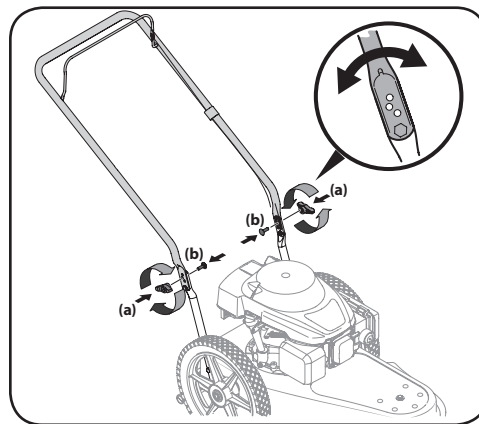

Figura 2-2
5. Sujete el manillar superior al inferior con los pernos de carro y las perillas de aletas extraídos en el paso 1. Consulte la Figura 2-2.